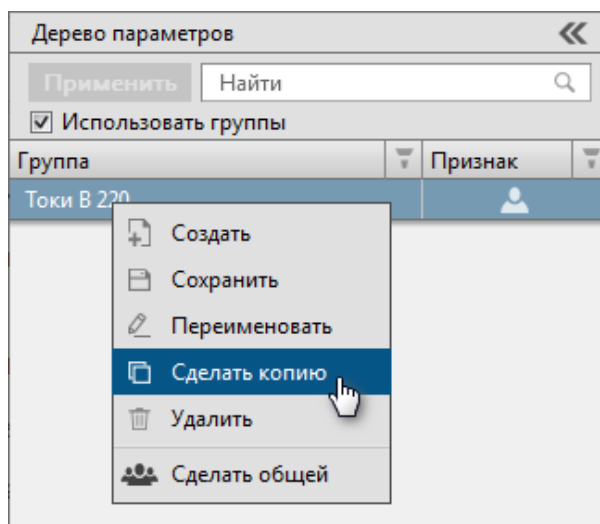

Рисунок 30 - Сделать копию
1. Нажмите *ПКМ* по выбранной группе сигналов и выберите команду **Сделать копию** (Рисунок 30).